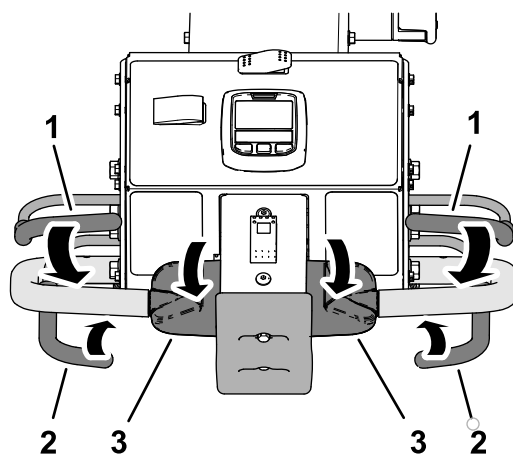

Figura 37
2. ینی oricare dintre manetele pentru prezența operatorului la bara de ghidare, roțile partea superioară a comenzii traciune înainte și închidezi maneta de aerare (Figura 37).